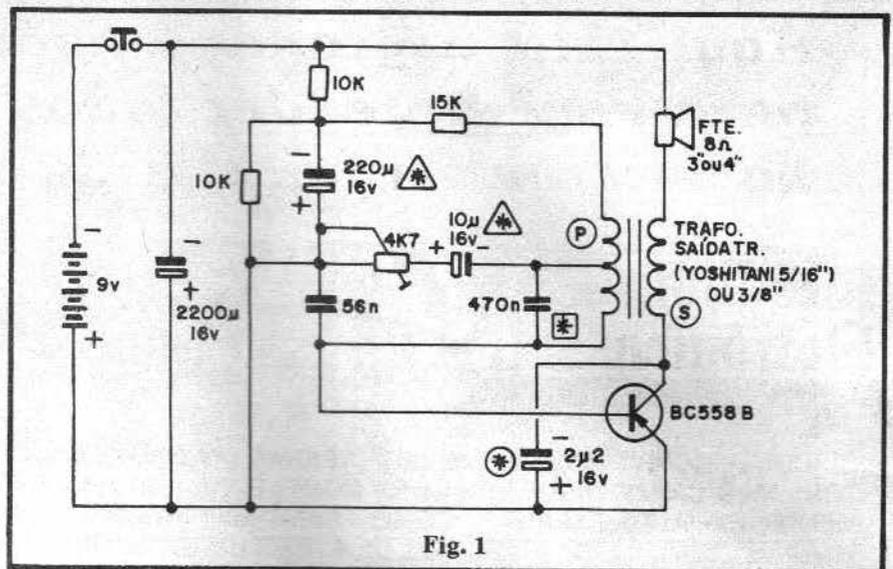

Fig. 1
A fig. 1 mostra o "esquema" da RISEL, com sua incrível centralização em um único transistor BC558B (que pode, na verdade, ser experimentalmente substituído por qualquer outro PNP de silício, baixa ou média potência, alto ganho, para uso geral em áudio). Basicamente trata-se de um oscilador que funciona por realimentação indutiva (proporcionada pelo transformador de saída). O secundário (S) do transformador, diferentemente da ligação ortodoxa, não fica em paralelo com o alto-falante, mas em série com este, formando assim a carga de coletor do transistor (recebendo, assim, a corrente já amplificada pelo BC558B).